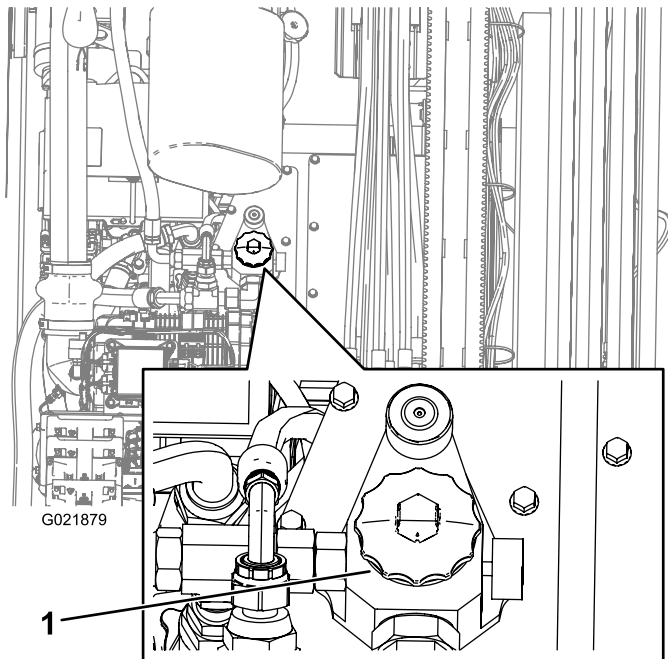

Figure 109
4. Ouvrez le bouchon du réservoir hydraulique (Figure 109).
10. Placez un bac de vidange sous le filtre et enlevez le filtre (Figure 109).